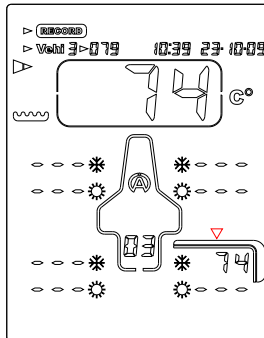

Abbildung 5
6) Drücken Sie die mittlere Taste  um den gemessenen Druck sowie die aktuelle Uhrzeit und das Datum zu speichern. Danach bewegt sich der auf dem Bildschirm angezeigte Erfassungspunkt automatisch in der im Menü SETUP programmierten Reihenfolge. Im Beispiel (Abbildung 5) positioniert sich das Gerät auf die Messung der Temperatur in der Mitte des linken Hintereifens.
- 7) Bringen Sie den Temperatursensor am Reifen an, wie auf dem Bildschirm mit dem Pfeil angezeigt wird (Abbildung 5).